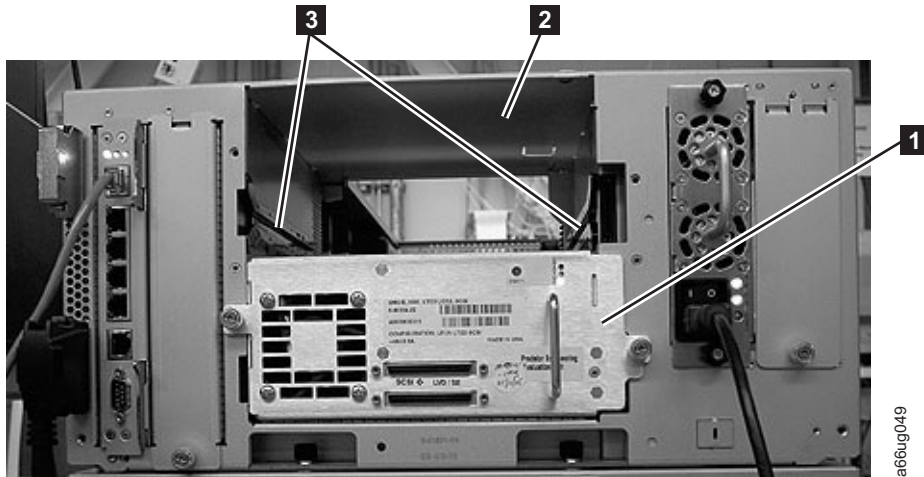

Figura 3-12. Rieles de guía y ranuras de guía del interior de una ranura de unidad
1. Alinee la guía de unidad con los rieles de guía y las ranuras de guía con las pistas (3 de la Figura 3-12).